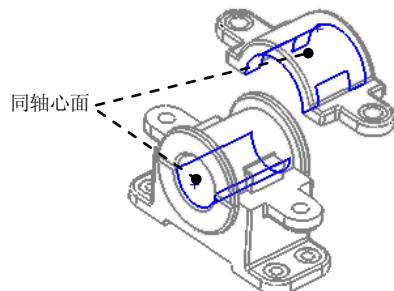

图 7.11.13 选取同轴心面
(1) 引入零件。选择下拉菜单 **插入(I)** → **零部件(O)** → **现有零件/装配体(E)...** 命令，在系统弹出的“打开”对话框中选取 top_cover.SLDPRT，单击 **打开** 按钮；将零件放置于图 7.11.13 所示的位置。
(2) 添加配合，使零件完全定位。
① 选择下拉菜单 **插入(I)** → **配合(M)...** 命令，系统弹出“配合”对话框。
② 添加“同轴心”配合。单击“配合”对话框中的 **◎** 按钮，选取图 7.11.13 所示的两个面为同轴心面，单击快捷工具条中的 **√** 按钮。